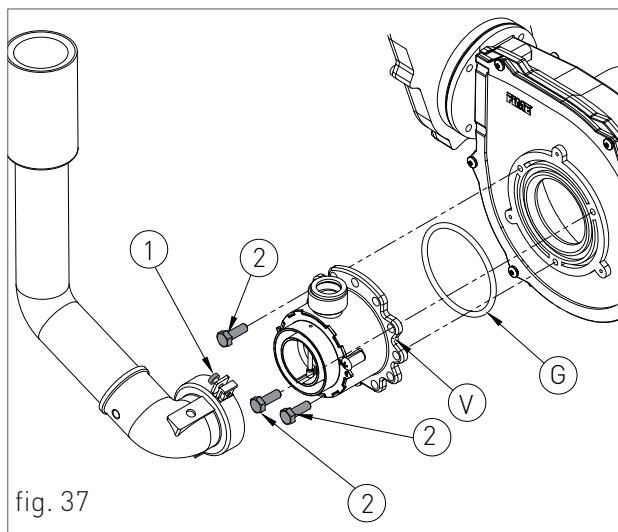
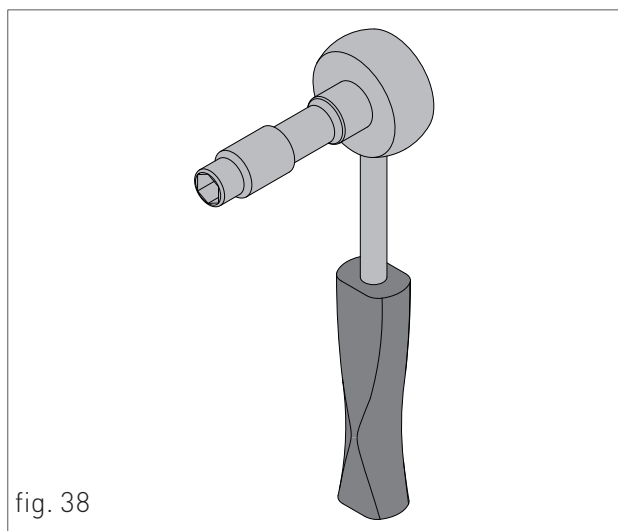

fig. 37
fig. 38
- › desserrer les deux vis '1' (fig. 37) du collier de fixation et retirer le tuyau d'aspiration de l'air ;
- › dévisser les trois vis de fixation '2' (fig. 37) du venturi 'V' (fig. 37) à l'aide d'une clé de 10 comme indiqué à la figure 38 ;
- › remonter les composants en suivant les opérations de démontage dans le sens inverse en veillant à ce que le joint 'G' soit remonté comme indiqué à la fig. 37;